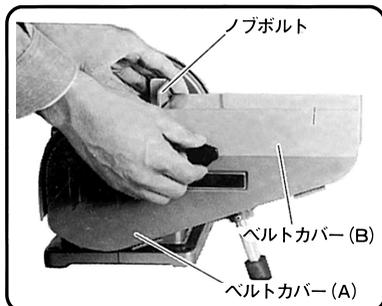

図 15
- (1) ノブボルトをゆるめベルトカバー(A), (B)を外します。(図15)